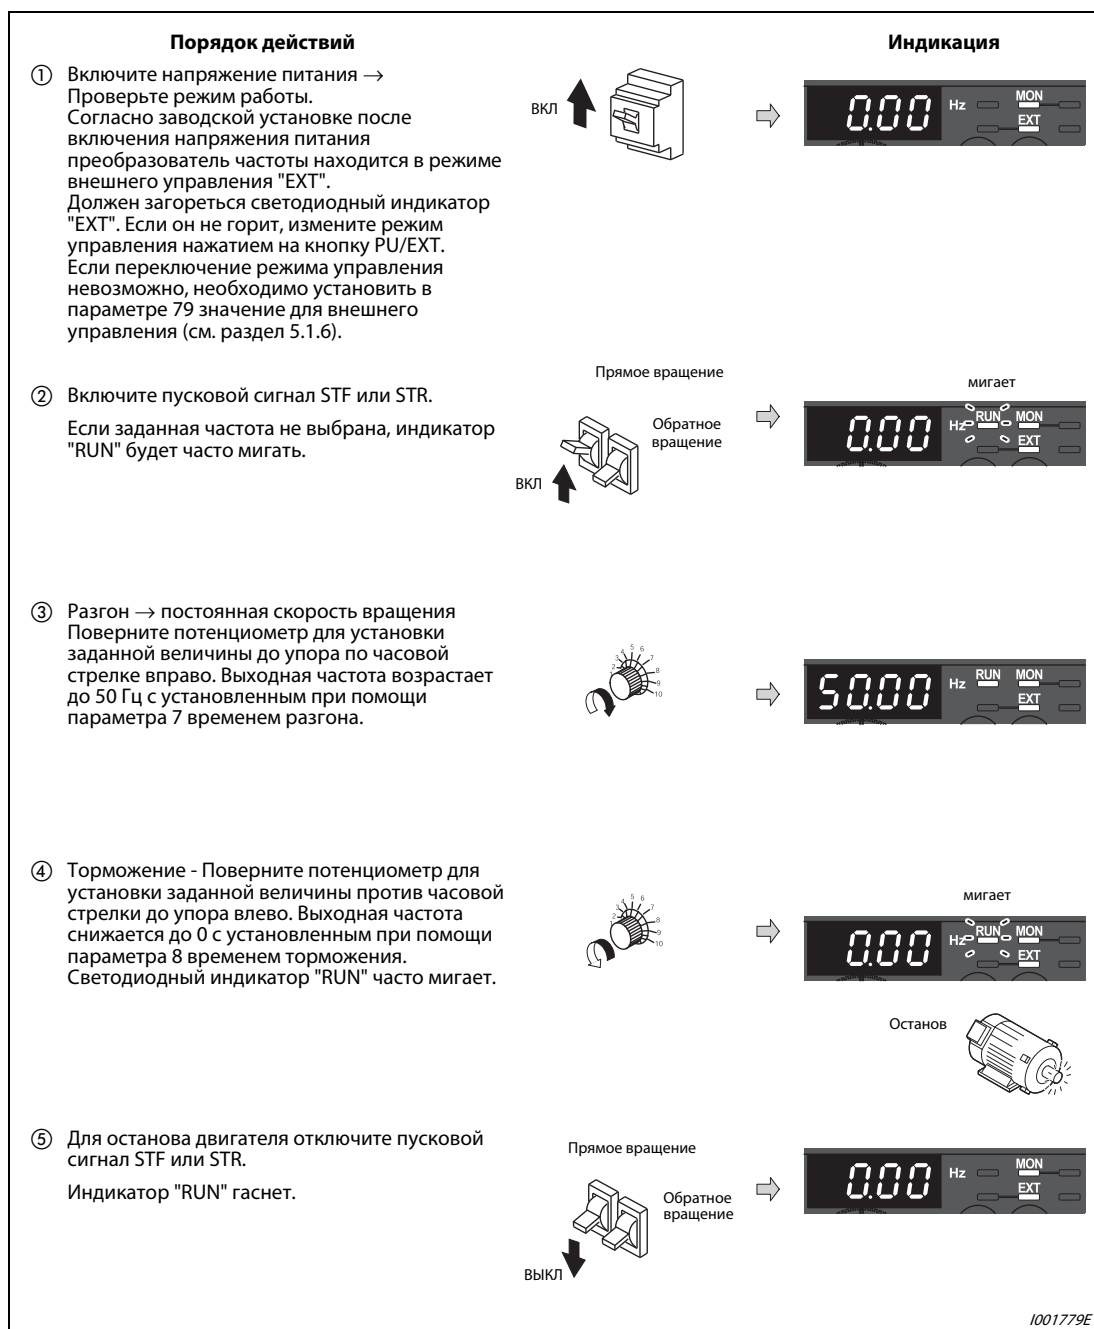

Рис. 5-26: Работа преобразователя частоты при аналоговой установке заданной величины напряжения
① Вращайте поворотный диск до появления величины "P.125" (параметр 125) на индикаторе.
② Нажмите на кнопку SET, чтобы вывести на экран текущее значение. Появится заводская установка "50.00" (50,00 Гц).
③ Вращайте поворотный диск до появления надписи "40.00" (40,00 Гц)
④ Нажмите на кнопку SET, чтобы сохранить данную величину.
⑤ Дважды нажмите на кнопку MODE, чтобы вывести на индикатор выходную частоту.
⑥ Для проверки настройки включите пусковой сигнал STF или STR и поверните потенциометр по часовой стрелке до упора (см. Рис. 5-26, шаги ② - ⑤).